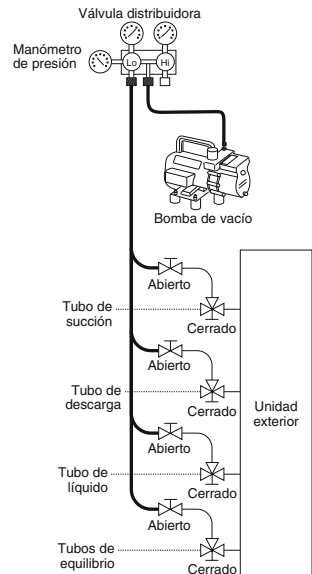

Fig. 6-4
- (2) Cuando se alcance el vacío deseado, cierre la perilla "Lo" de la válvula distribuidora y pare la bomba de vacío. Confirme que el manómetro de presión indique menos de -101 kPa (-755 mmHg, 5 Torr) después de 4 a 5 minutos de funcionamiento de la bomba de vacío. (Fig. 6-4)